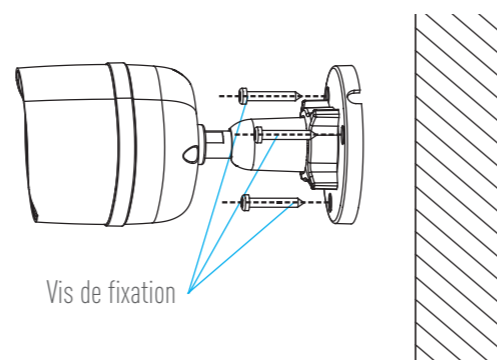

Figure 2 Fixer la caméra
4. Fixez la caméra au plafond ou sur un mur à l'aide des vis fournies (voir la figure 2).